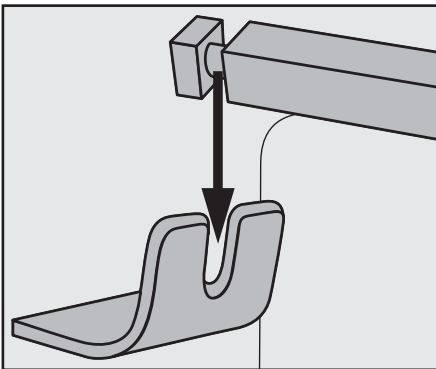

Fig. 2: Introduceți rotisorul **16** în suport **9**
- Apoi așezați celălalt capăt al rotisorului **16** cu canelura adâncă în suportul pentru rotisor **9** (fig. 2):